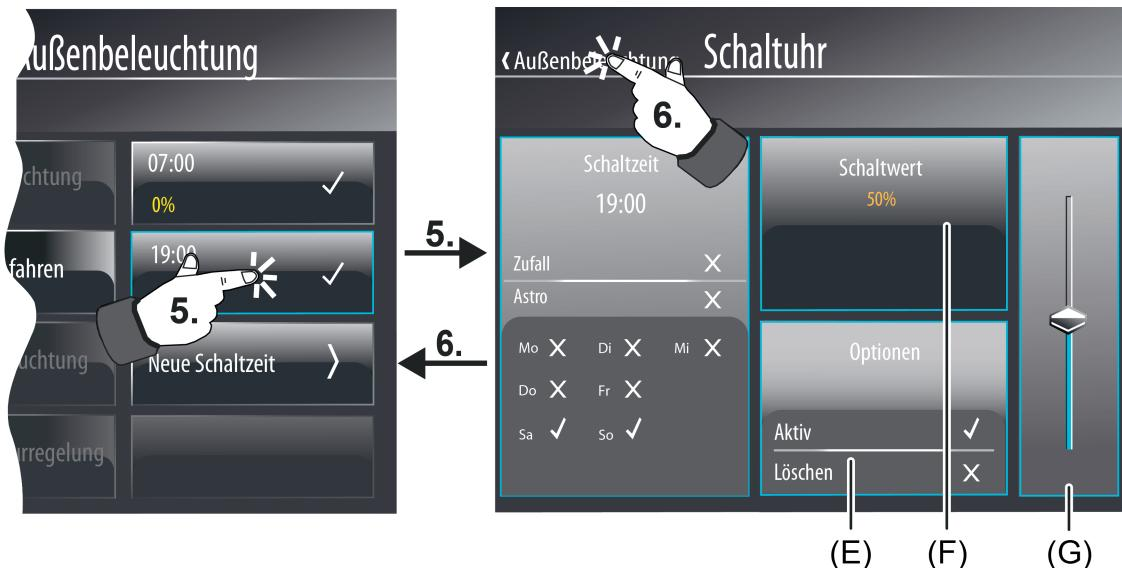

Bild 87: Beispiel einer Konfigurationsseite für Schaltzeiten (rechts) - Datentyp Schaltuhrkanal "1 Byte Wert"
Bei den Datentypen "Wert" (Bild 87) ist der Anzeigebereich hingegen nur mit einem Statuswert (F) ausgeprägt. Wenn dieser Anzeigebereich lang gedrückt wird (ca. 1 Sekunde), blendet das Gerät eine Displaytastatur ein. Mit Hilfe dieser Tastatur kann unmittelbar ein neuer Schaltwert vorgegeben werden. Alternativ können neue Schaltwerte durch den Wertslider im Bedienbereich (G) vorgegeben werden.